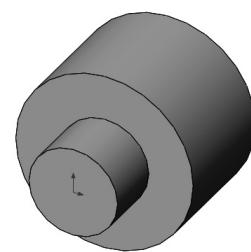

图 3-16 原点出现基准面上
- 选择上表面作为基准面并打开草图, 原点出现在基准面上, 如图 3-16 所示。